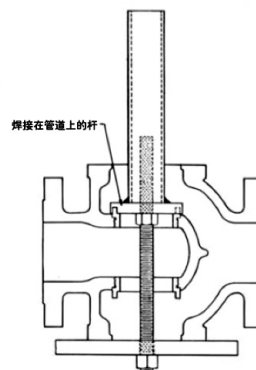

图 3
螺纹阀座环 (15 和 16) 是在工厂生产时安装的, 而且非常紧密, 使用多年后, 通常难以拆除。为了便于拆除, 可装配阀座环扳手, 用于连接阀座环凸耳, 而且能够调整作为撞击扳手 (参见图 3)。如果阀座环特别难以拆除, 使用加热或渗透润滑油应该有所帮助。
C. 通过装配的拆除用扳手安装并紧固座环。（见图 3）。